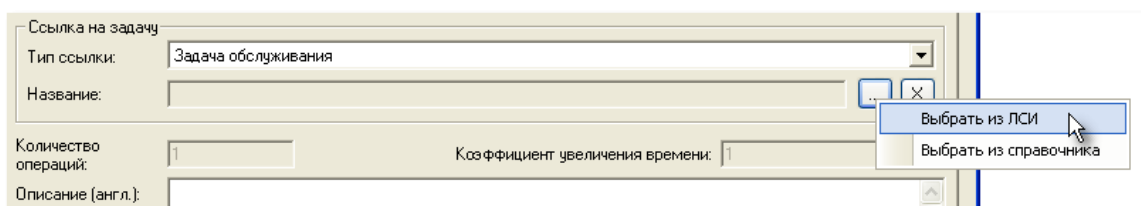

Рис. 2-18
2. Для выбора задачи обслуживания нажмите на кнопку , расположенную справа от поля **Название**, и в появившемся меню выберите пункт «Выбрать из ЛСИ» (рис. 2-18) или «Выбрать из справочника».